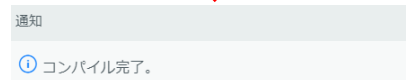

図 5
4. “✓”ボタンでコンパイルを実行し、“コンパイル完了”の通知を確認する(図 5)。